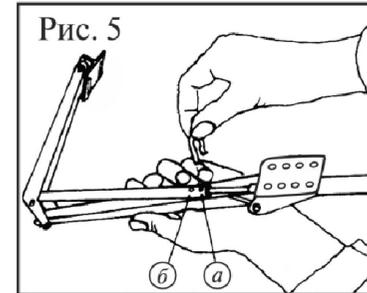
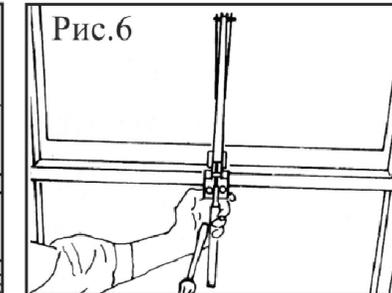

Рис. 5
Рис. 6
отверстия в штоке и толкателе должны совместиться (см.рис.5).
4. Измерьте расстояние, на которое будет открываться ваше окно. Если расстояние более 42 см., — вставьте Шплинт (5) в отверстие «а» в штоке и толкателе (см. рис.5)
5. Если требуемое расстояние открытия форточки между 30 и 42 см., — вставьте Шплинт (5) в отверстие «б» в штоке
6. Теперь выкрутите Цилиндр (1) из Держателя цилиндра (2), но не вынимайте Цилиндр полностью. Шток (3) и Толкатель (4) оставьте собранными.
7. Шурупами прикрутите уголок (9) к раме теплицы (см. рис.6). В деревянной теплице уголок прикручивается на шурупах прямо в раму.
8. Прикрутите уголок (6) к раме окна, окно должно быть в закрытом положении (см. рис.6.).
9. Откройте окно. Вкрутите Цилиндр (1) в Держатель цилиндра (2), приблизительно до середины своей резьбы. После освободите окно. Закручивая/откручивая Цилиндр (1) Вы можете плавно регулировать начало открывания/высоту открывания окна. По часовой стрелке более раннее/более высокое открытие. Против часовой стрелки более позднее/более низкое открытие. Один полный оборот соответствует приблизительно 0,5°C. Смажьте резьбу и шток цилиндра и все подвижные части машинным маслом перед сборкой. Проверьте наличие смазки в течении всего летнего сезона.